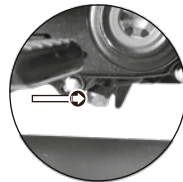

Imagen 15. Ubicación del tornillo de drenado.
5. Quitar el tornillo de drenado, ubicado debajo del motor, girándolo en el sentido contrario a las manecillas del reloj. Ver imagen 15.